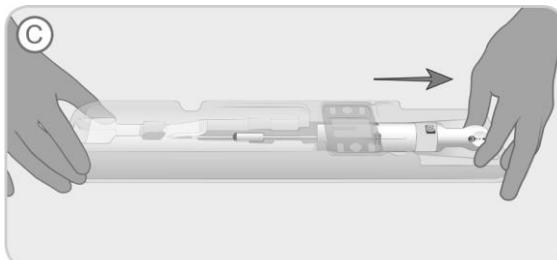

Figure 4. Tirer le manche du dispositif vers l'arrière pour provoquer un arrêt soudain.
- C. Tout en maintenant le plateau immobile, saisir l'extrémité du manche (cane de libération) et tirer jusqu'à la butée (indiquée par la lettre « C » sur le plateau), Figure 4. L'implant est maintenant replié dans le tube de la canule de chargement.